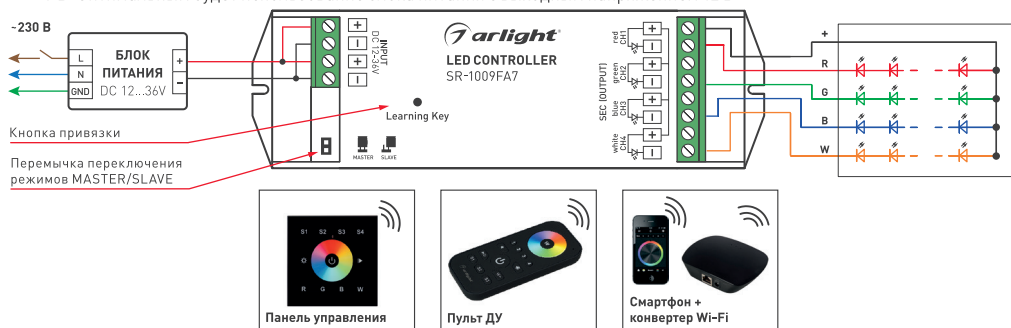
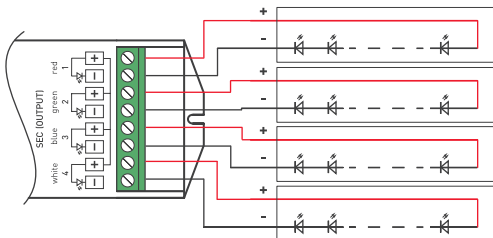

Рисунок 1. Схема подключения и варианты управления контроллером.
Рисунок 3. Подключение одноцветных светильников.
- 3.3. Согласно используемой схеме (Рис. 1 — Рис. 3), подключите светодиоды или другой совместимый светодиодный источник света к выходу SEC контроллера. Соблюдайте полярность и порядок подключения проводов к клеммам.